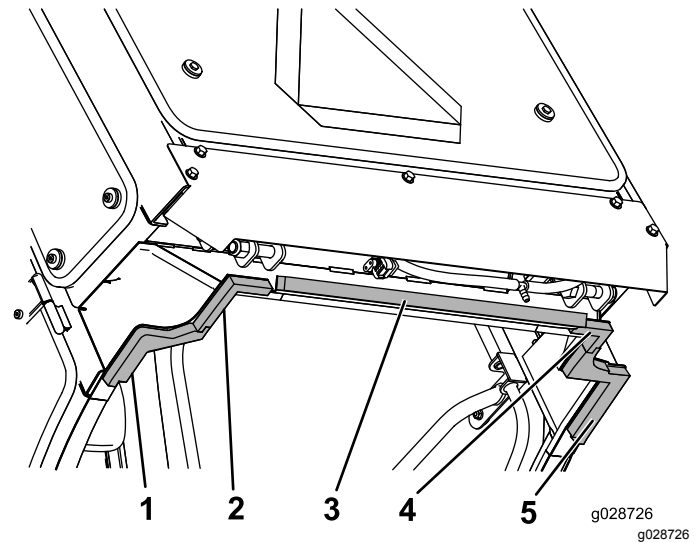

Bild 61
1. Bringen Sie den hinteren Schaumstoff auf der abgewinkelten Nase hinten an der Kabine an, wie in Bild 61 abgebildet.
2. Montieren Sie die linken und rechten hinteren Schaumstoffdichtungen an den Innenkanten der hinteren Ecke unten am Kabinenrahmen, wie in Bild 61 abgebildet.
3. Fluchten Sie die innersten Kanten der linken, mittleren und rechten mittleren Schaumstoffdichtungen mit den linken, hinteren und rechten Schaumstoffdichtungen hinten aus und verklinken die Nasen (Bild 61).